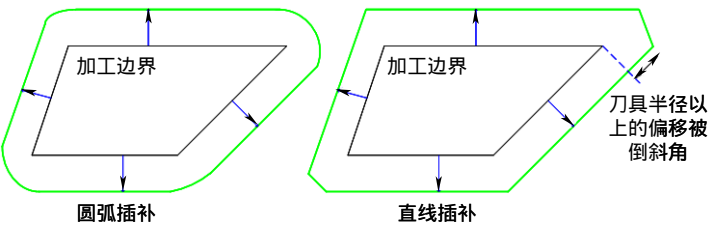

图 7-78 偏移插补方法
- 【偏移插补方法】：在“偏移类型”中选择为“偏移”时设定。在生成偏移加工边界轨迹时有两种插补功能：“圆弧插补”生成圆弧插补轨迹，“直线插补”生成直线插补轨迹，如图 7-78 所示。